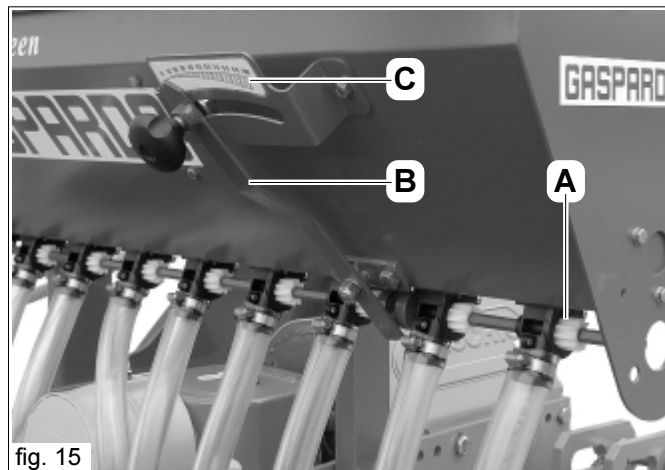

fig. 15
Los rodillos distribuidores (A Fig. 15) se mueven longitudinalmente adentro de la voluta, la palanca (B) permite variar el volumen de llenado de cada rodillo. La palanca se mueve a lo largo de la escala graduada, que permite una distribución de semillas comprendida entre 2 y 360 kg/ha. Las semillas seleccionadas por los rodillos distribuidores se transportan a lo largo de los tubos de bajada hasta la barra esparcidora (10 Fig. 3).
- posición de la palanca de apertura de los rodillos distribuidores (0-100) en la escala graduada (C Fig. 15).
Peligro de avería a los rodillos distribuidores: modifique la posición de la palanca (B Fig.15) sólo cuando los rodillos distribuidores estén girando o cuando la tolva esté vacía.